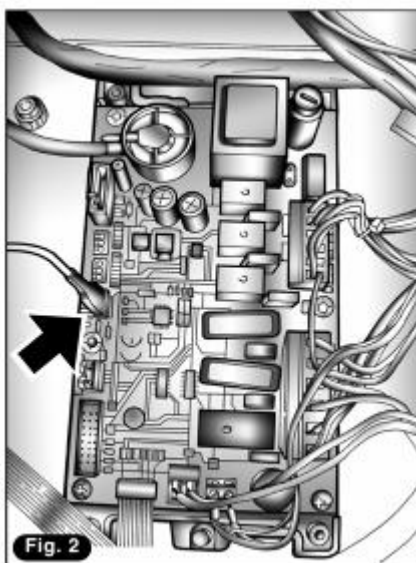

Fig. 2
- 5) Определите последовательно порт для связи с загрузчиком расположенный на левой стороне платы питания. Подключите загрузчик (рис. 2).